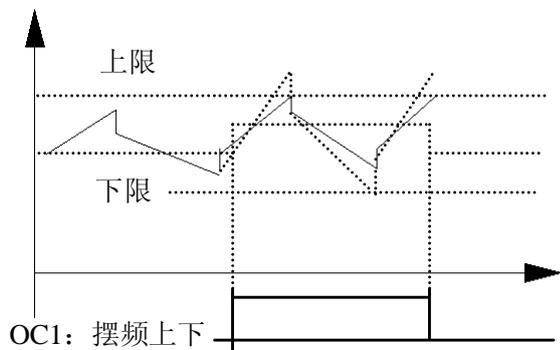

图 6-31 摆频幅度限制
- 7: 变频器欠压封锁停机中 (LU). 变频器运行过程中, 当直流母线电压低于限定水平时, LED 显示 “LU”, 输出指示信号。
- 16: **摆频上下限限制**.选择摆频功能后若以中心频率计算所得摆频的频率波动范围超过上限频率或低于下限频率时, 将输出指示信号, 如图 6-31 所示。